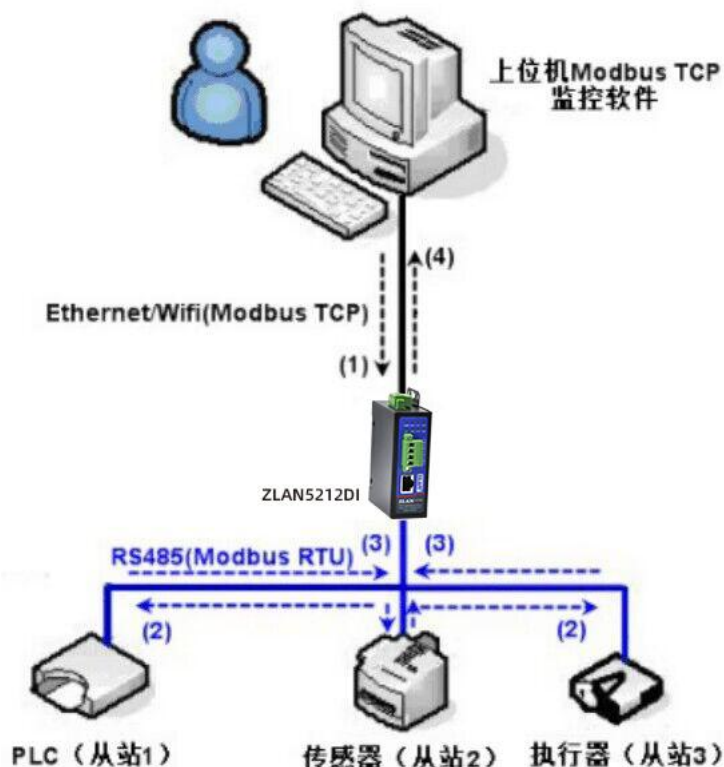

图 38 存储型 Modbus 网关工作方式
如图 38 所示：普通的 Modbus TCP 数据流方向为 (1) \rightarrow (2) \rightarrow (3) \rightarrow (4)。即先将 Modbus TCP 指令转化为 Modbus RTU 的对应指令，然后设备应答 Modbus